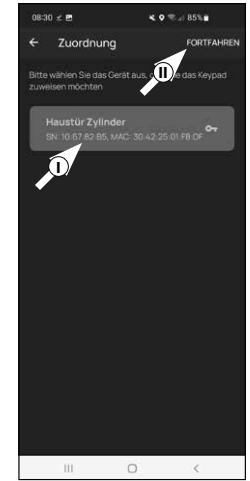

Abb. 25
30 Es erscheint eine Liste der bereits registrierten Zylindern. Wählen Sie den vorhin gewünschten Zylinder aus (I) (Abb. 32) und tippen Sie oben rechts auf „Fortfahren“ (II) (Abb. 25).